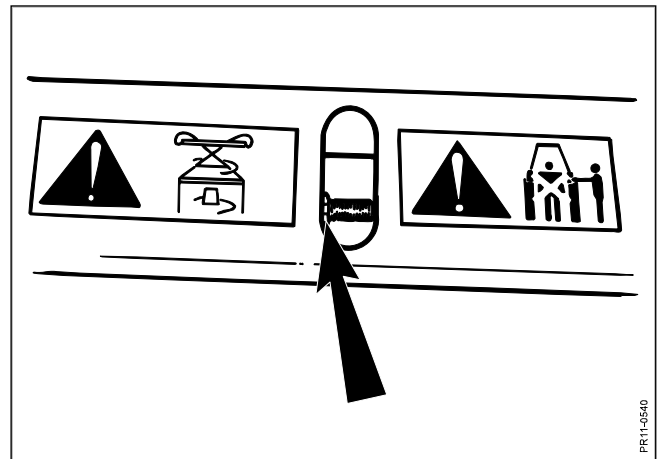

Fig. 1-6
- Fig. 1-6:** Aflastningsfjederen spændes op. Fjederen spændes til møtrikken er i bund.